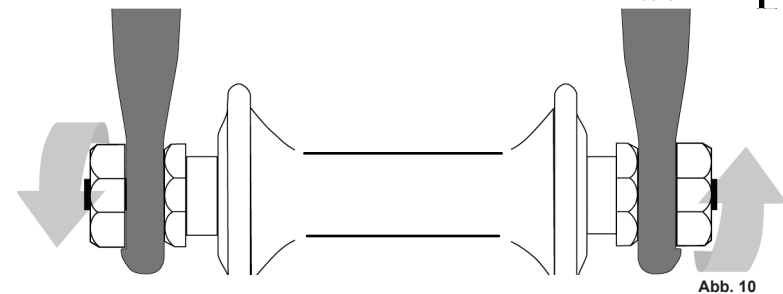

Abb. 10
- Sechskantmutter oder Sechskantschrauben, die an oder in die Nabenachse gefädelt werden (verschraubtes Laufrad, Abb. 10)